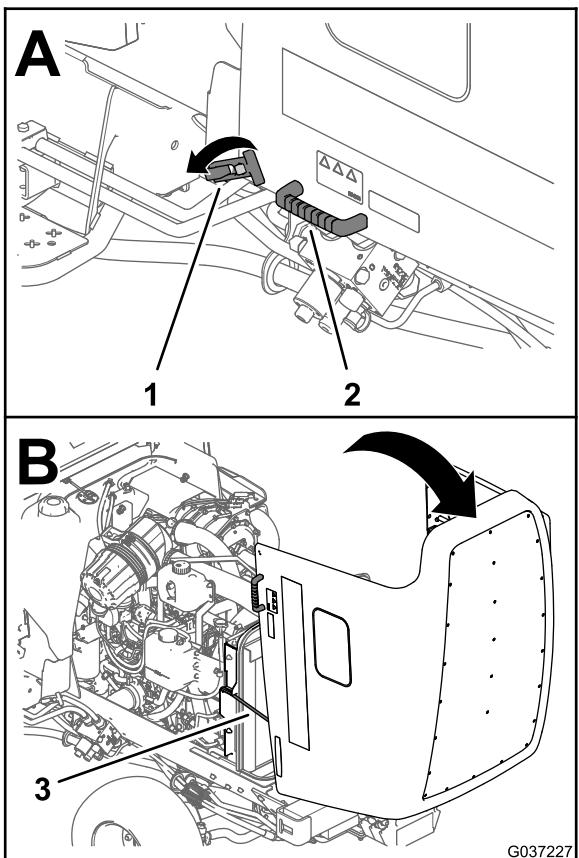

**Рисунок 76**
2. Снимите игольчатый шплинт крепления оси поворота капота к монтажным кронштейнам (Рисунок 76).